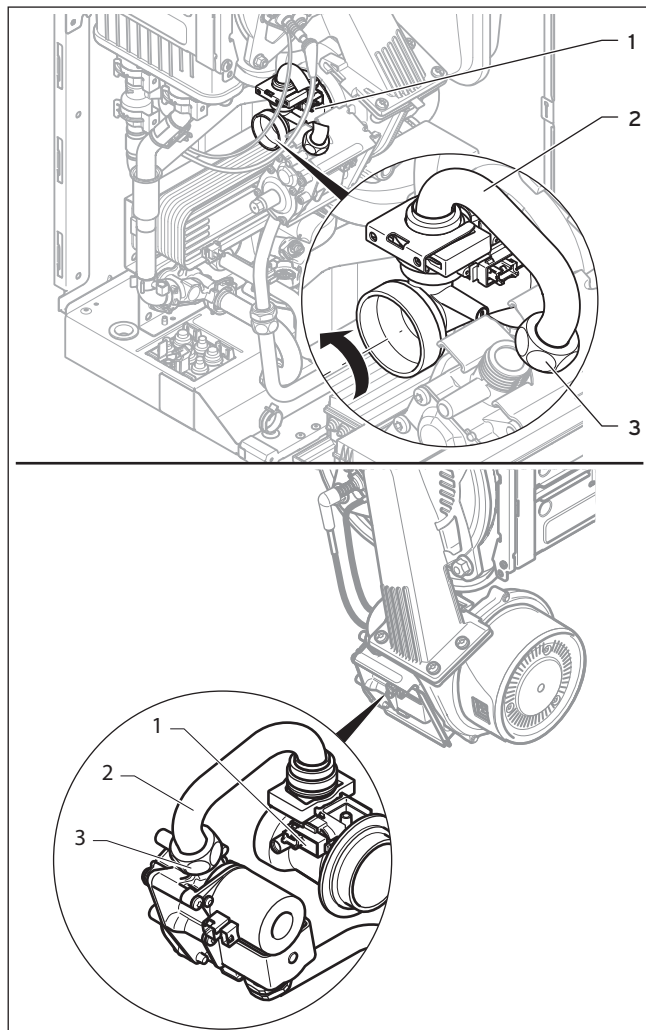

Fig. 2.1 Sostituzione del Venturi e del sensore di flusso massiccio
- Staccare il connettore dal sensore del tubo di Venturi (1, fig. 2.1), premendo il nasello di aggancio.
- Svitare i dadi per raccordi (3) del tubo di collegamento del gas (2) dal valvolame del gas.